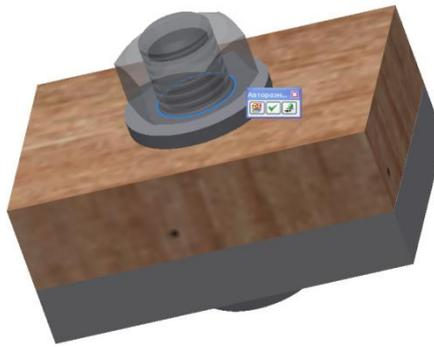

Рис. 63. Вставка гайки
6. Поместите гайку аналогично шайбе (рис. 63). При нажатии клавиши «Применить»  появляется таблица, позволяющая уточнить параметры гайки (рис. 64). При нажатии клавиши «Вставка»  происходит фиксация положения гайки (рис. 65).